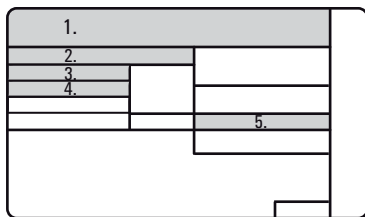

Fig. 2-1 Placa de características unidad exterior
1 - Llenado en fábrica del módulo outdoor (véase fig. 2-1, pos. 5):	kg